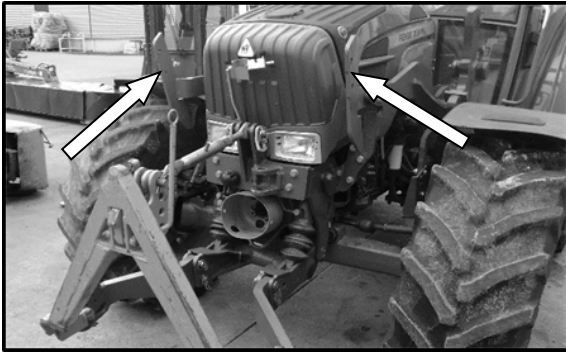

Abb. 54 Traktor mit seitlich angebauten Kettenlaschen
- Montieren Sie traktorseitig die mitgelieferten Oberlenkerbolzen und Ketten-Laschen (bei KAT II) - siehe Abb. 54.